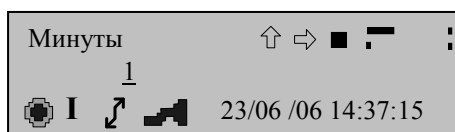

Рисунок 10
- нажимая кнопку управления ПРОСМОТР, ввести первый символ пароля (вместо тире появится цифра при активизированной пиктограмме «Вверх» или буква латинского алфавита при активизированной пиктограмме «Вниз») (рисунок 10);